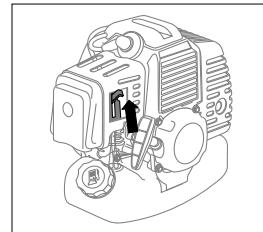

рис. 10
4. Переведите рычаг воздушной заслонки в верхнее положение - || «Закрыто» (рис. 10).
7. Переведите рычаг воздушной заслонки (рис. 10) в среднее положение.